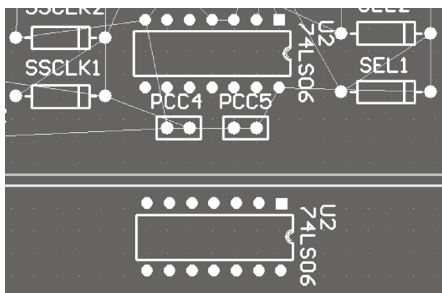

图 6-58 粘贴的对象与原对象同名
- Duplicate designator: 对象如果粘贴在同一文档中时，被粘贴的对象名称与原对象一样。如图 6-58 所示为选择“Duplicate designator”选项粘贴的对象。